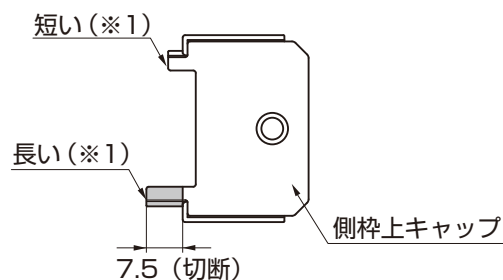

図4-2 フリーポールタイプの場合
- フリーポールタイプの場合、側枠上キャップの長い方のフィン(※1)をノコギリで切り落としてください。切断面はヤスリ等でバリ取りを行い、鋭利な角部は丸めてください。(図4-2参照)